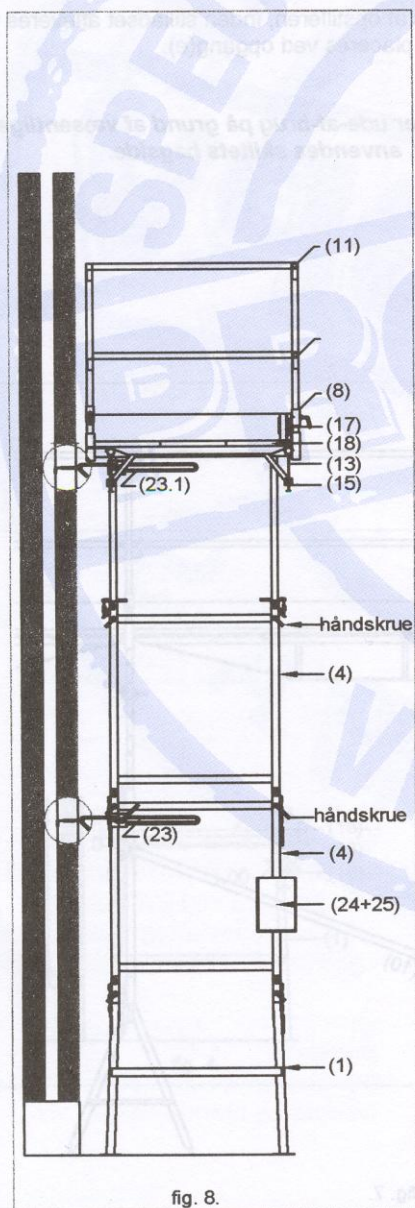

fig. 8.
4.5.0 Gulvhøjde fra 3.10 til 3.90 meter (fig. 8 og 9).